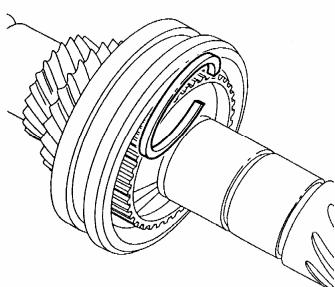

图 12-79 确定卡簧厚度
- ④卡簧 5 固定用于第 5 挡的齿轮。厚度可根据表 12-3 来确定。
- (10) 确定卡簧的厚度时，测量和放置（图 12-79）最厚的并且刚好可放入的即可。卡簧 4 和卡簧 5 可供选择的厚度见表 12-3 所列。